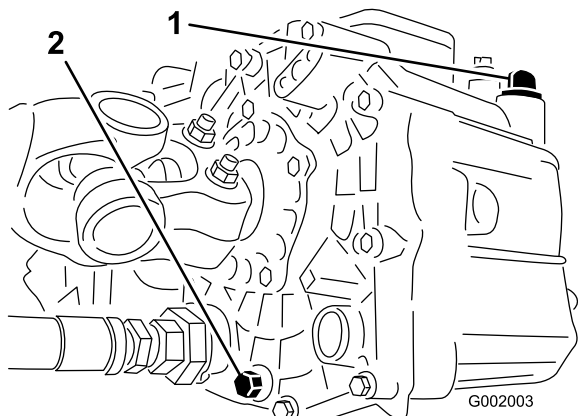

Figura 64
- Retire el tapón de vaciado del lado del depósito y deje que se drene el aceite hidráulico al recipiente (Figura 64).